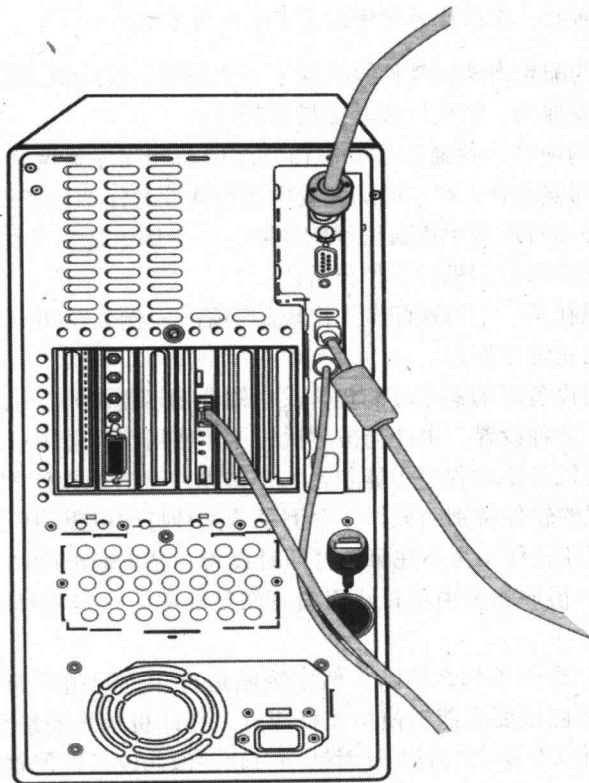

图8-3 PC的后部显示了连接外设的接口连接器
- **接口。**部件和外设是通过各种接口适配器连入PC机的(见图8-3)。这些接口可以是PC机内部的, 也可以是外部的。常见接口的名称有ISA、PCI、USB、PS/2、RS/232, RJ-11, RJ-45和Firewire。各种可能性太多, 致使硬件生产厂商常常生产带有不同接口的同类外设。用户可能会买到具有三种不同配置的同一种鼠标。